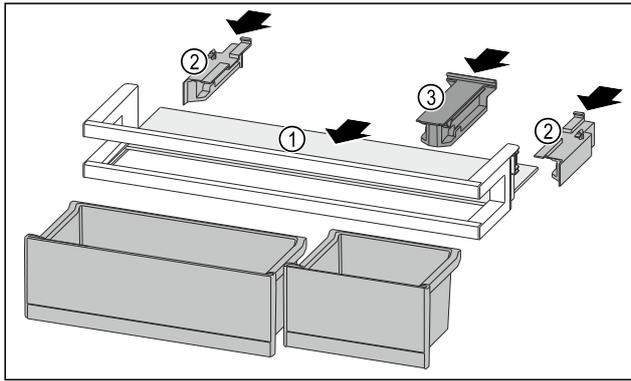

Fig. 151
- ▶ Abstellfläche Fig. 151 (1) in die seitlichen Aussparungen einschieben.
- ▶ Seitenteile Fig. 151 (2) einsetzen.
- ▶ Halteteil Fig. 151 (3) einsetzen.